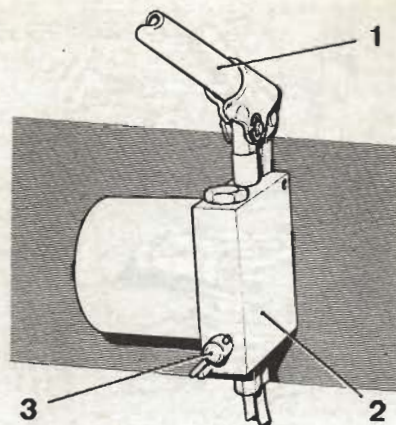

Fig.2.15 Bomba hidráulica abatimiento cabina.
- 5º Una vez realizadas estas operaciones, la cabina quedará en posición de ser abatida. Para ello se accionará la bomba hidráulica (fig.2.15), valiéndose de la palanca que dispone el vehículo para esta maniobra, teniendo en cuenta que para subir o bajar la cabina, debe girarse el grifo de la bomba (fig.2.15, nº 3), en el sentido que indican los rotulos punzados en el cuerpo de la bomba, es decir, que para subir la cabina, se girará el grifo de la bomba en el sentido de las agujas del reloj y para bajar, en el sentido contrario.